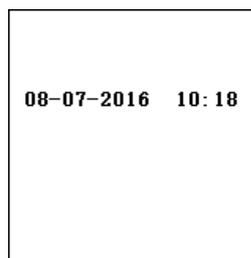

Fig.5
2. Mentre era ancora alla schermata di benvenuto (Fig.3), tenere premuto il tasto  per 3 secondi e attendere il beep di conferma che indica l'accesso alla programmazione. La modalità del display cambierà (vedi Fig.5).